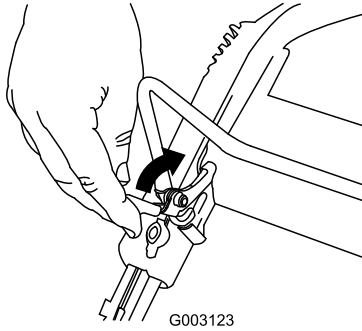

Figure 19
1. Tirez le verrou de la barre de commande en arrière (Figure 19).